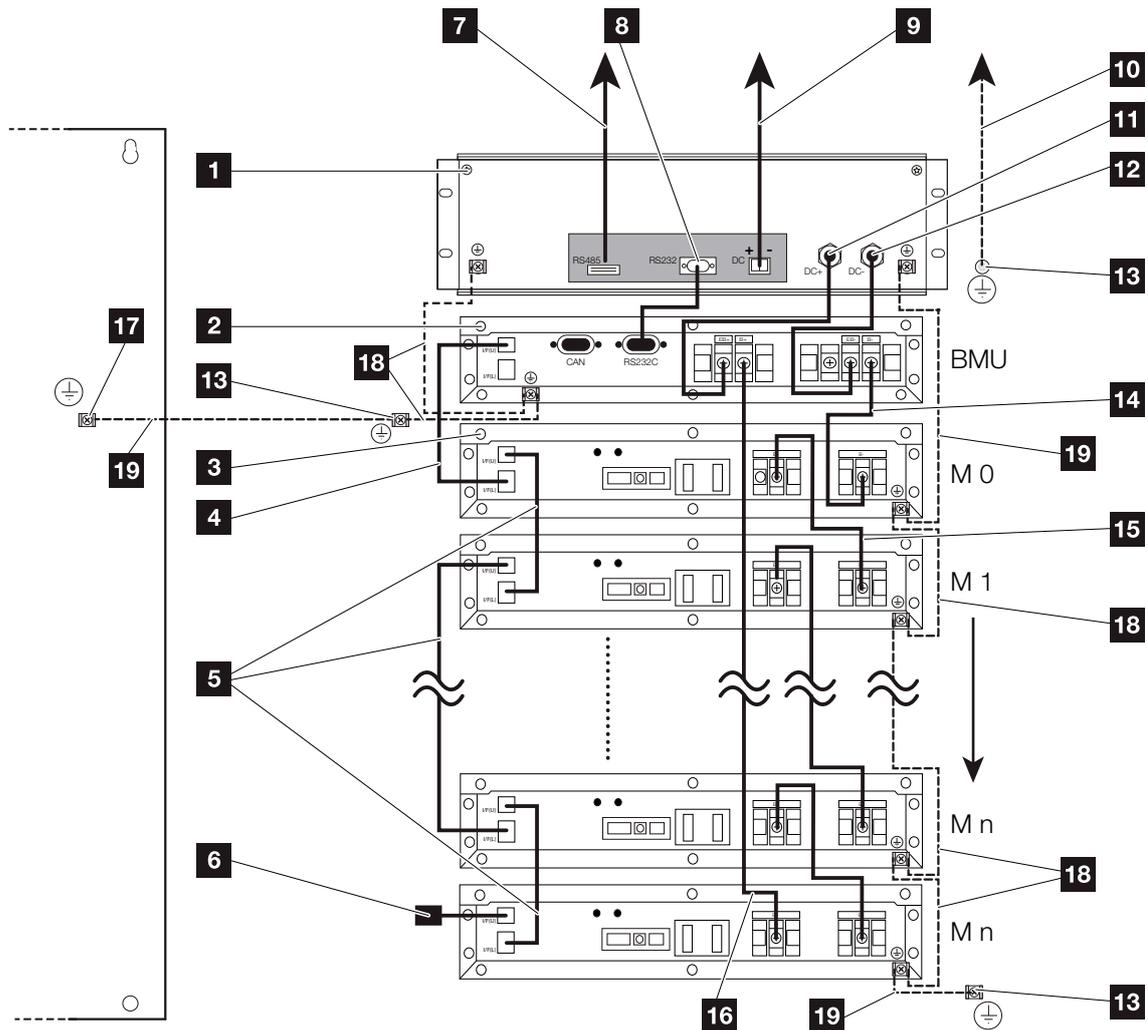
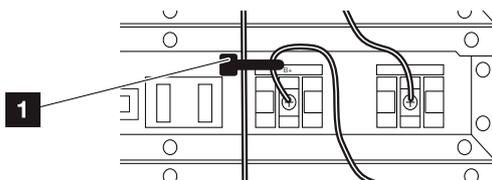

Abb. 22: Interne Verkabelung PIKO Battery Li
Abb. 32: Befestigung DC-Leitung mit Kabelbinder
1. Stecken Sie das 8-Pin-Ende eines Datenkabels an den I/F(U) Anschluss des Controllers und das 12-Pin-Ende an den I/F(L) Anschluss des obersten Stromspeichermoduls. **Abb. 22**
📌 Abb. 32 Pos. 1 oder Abb. 22